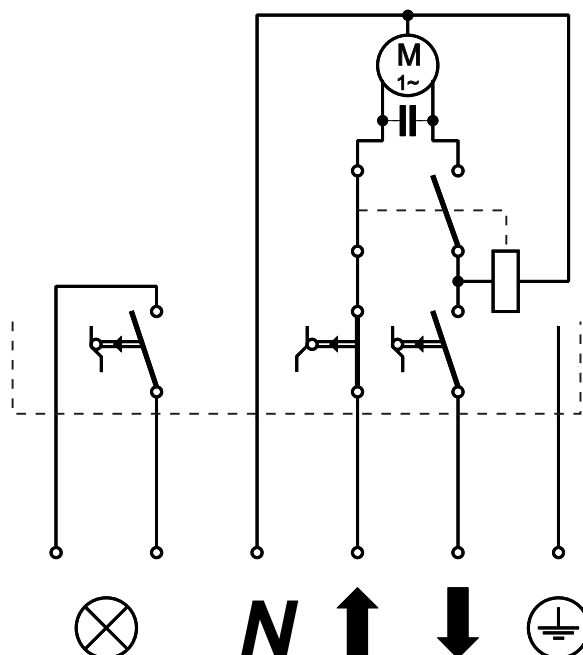

Abb. 3: Anschlußplan für E-Leitung.
- ❷ Schließen Sie den Spindeltrieb gem. Anschlussplan (Abb. 3) mit flexiblem Kabel an.